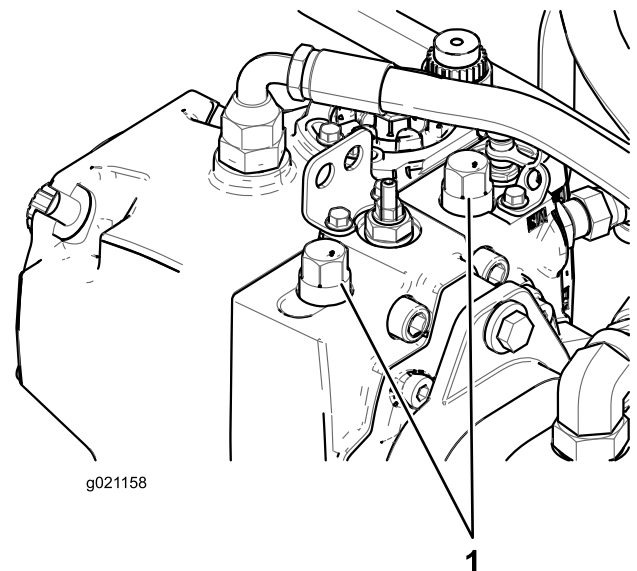

Figure 40
1. Soulevez le capot et localisez les vannes de dérivation sur la pompe (Figure 40).